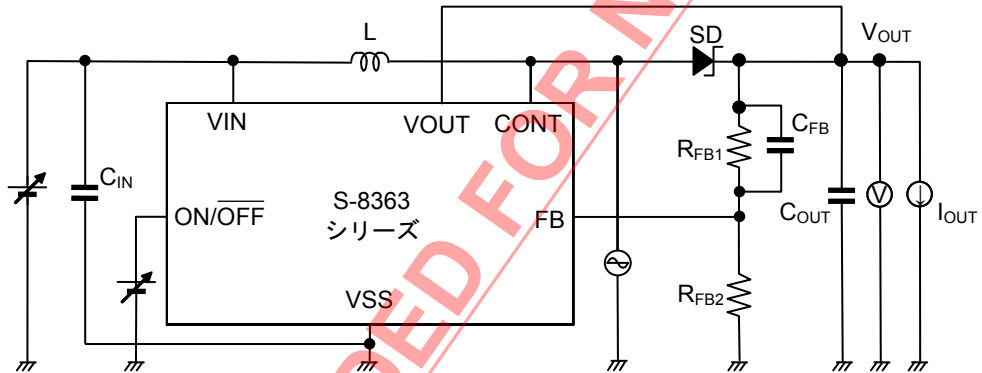

図 6
- \*1. 「表 6 外付け部品一覧」に示した外付け部品、および図 6 に示した測定回路での保証値です。動作開始電圧は、ダイオードの順方向電圧によって大きく変動しますので、実機にて十分な評価を行ってください。